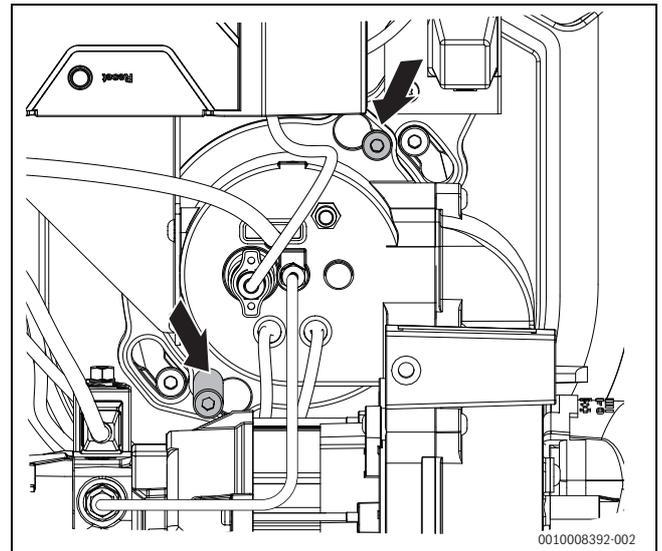

Bild 35 Schrauben der Bajonnettbefestigung lösen
- ▶ Die beiden Schrauben der Bajonnettbefestigung lösen (→Bild 35, Pfeile).
- ▶ Linksdrehung bis zum Anschlag und die Befestigungsschrauben (→ Bild 35, Pfeile, Seite 23) wieder anziehen.